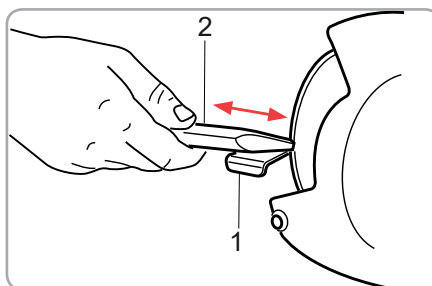

Fig.14
- Așezați piesa de lucru pe suportul de piesă de lucru Fig. 14 (1)
- Ghidați încet piesa de lucru către discul polizor în unghiul dorit, până în punctul în care piesa de lucru și discul polizor intră în contact. Fig. 14 (2)